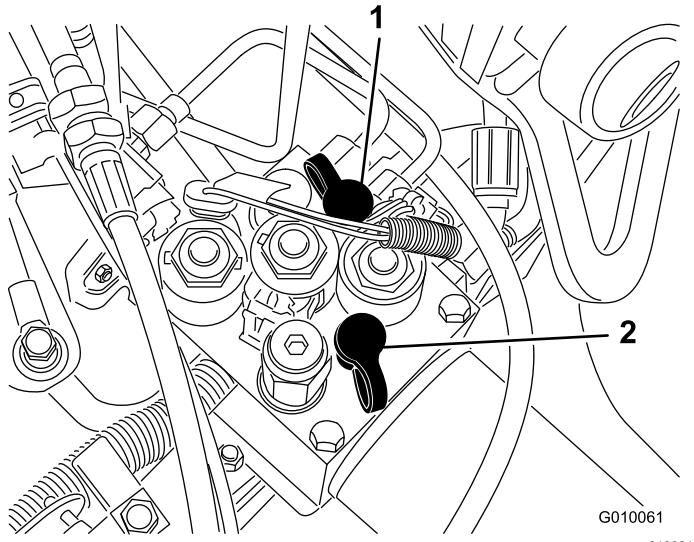

Bild 64
- Mit der Teststelle G 2 (Bild 64) wird der Traktionsladeschaltkreis geprüft.
- Mit der Teststelle G 1 (Bild 64) wird der Hubschaltkreisdruck geprüft.